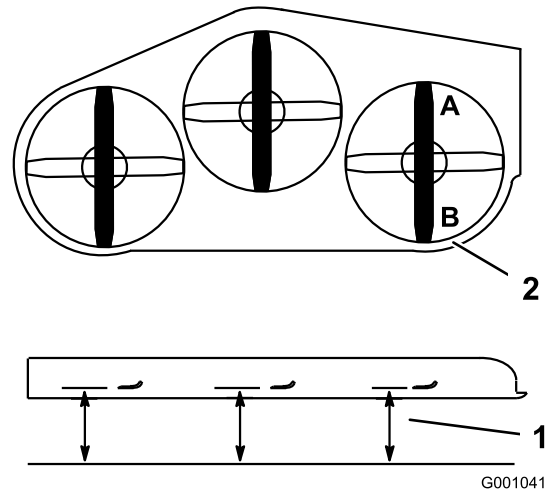

Figura 75
2. Disponete una lama in posizione longitudinale rispetto alla macchina. Misurate ai punti **A** e **B** da una superficie piana fino al tagliente della punta della lama (**Figura 75**).